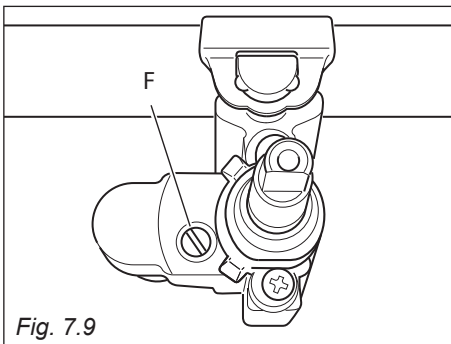

Fig. 7.9
- Togliere la manopola ed agire sulla vite "F" (fig. 7.9) fino ad ottenere la fiamma desiderata.